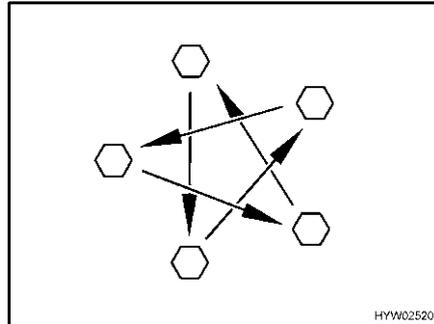

Fig. 292 Apretar las tuercas o los tornillos de las ruedas en forma de cruz
- Comprobar periódicamente que las tuercas o tornillos de las ruedas estén firmemente apretados. Reajustar en forma de cruz (Fig. 292) las tuercas o tornillos después de cambiar una rueda, al cabo de 50 km. Par de apriete, véase apartado 13.5.2.
- ▷ Apretar en forma de cruz las tuercas o los tornillos de las ruedas (Fig. 292).